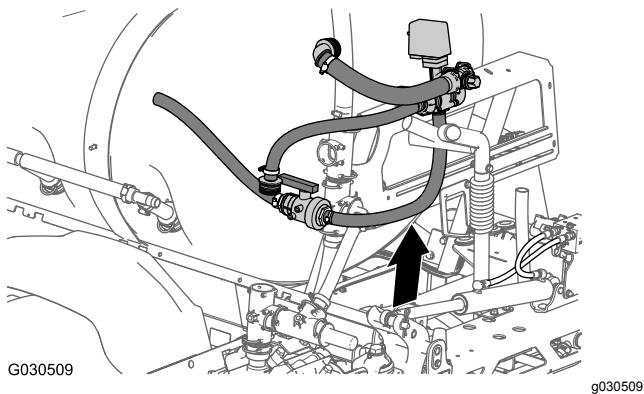

Bild 69
8. Nehmen Sie das Rührwerkventil (und Sicherheitsventil), das Kugelventil und die Schläuche, die an den Ventilen angeschlossen sind, von der Maschine ab (**Bild 69**).